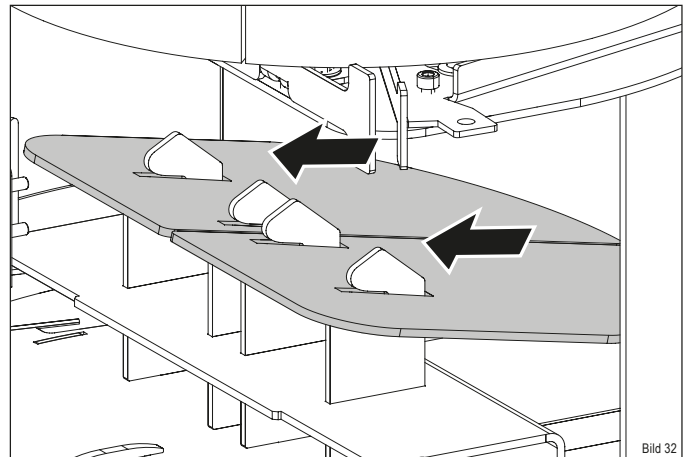

Bild 32
- ▶ Schieben Sie die Umlenkebleche nach oben, um sie aus der Halterung zu lösen (Bild 32).